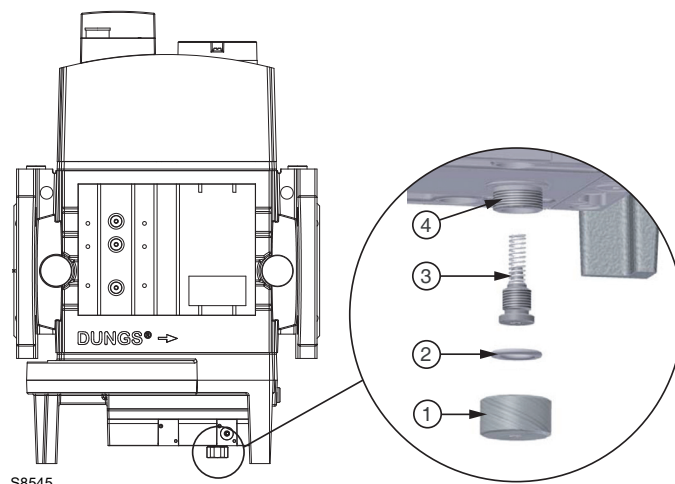

Fig. 10
Indien andere drukken op de uitgang noodzakelijk zijn, moet de gepaste veer besteld worden uit diegenen die voorzien worden als accessoire en moet de vervanging uitgevoerd worden zoals wordt aangeduid in Fig. 10.
- Draai de beschermingsdop 1)(Fig. 10) voorzichtig los en controleer of de pakking 2) intact is in de zitting;
Legende (Fig. 10)